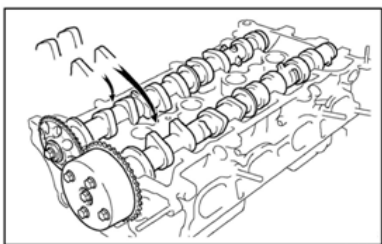

Рисунок II-177
2) См. Рисунок II-177 положение распредвалов при установке для 1^{ого} цилиндра.